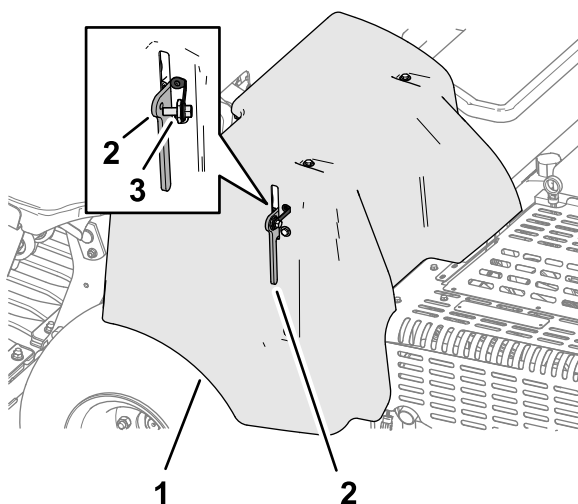

Figura 147
4. Dacă mâna dumneavoastră dispune de nurlul de blocare CE al capucului curelei, introduceți urubul de nurl în orificiul din zăvorul capucului și strângeți urubul (Figura 147).